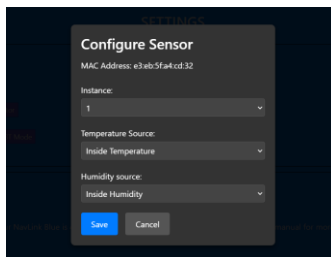

Figure 3
- Lorsque vous êtes sûr d'avoir correctement identifié le capteur que vous souhaitez ajouter, cliquez sur le bouton « Add Sensor» à côté du capteur. Une nouvelle fenêtre contextuelle apparaît alors, comme le montre la figure 3.